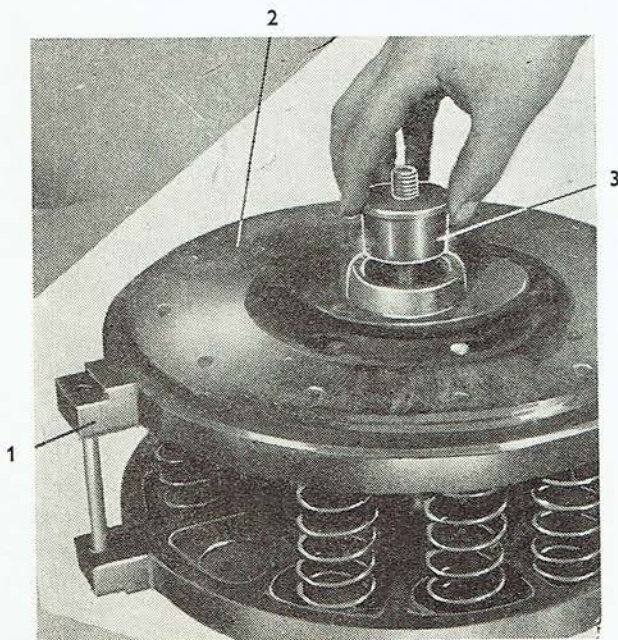

Abb. 55
- Die zweite Kupplungsdruckscheibe (Abb. 55/1) ist aufzusetzen. Auf diese ist die Hilfsantriebslamelle (Abb. 55/2) mit der längeren Nabenseite zum Motor gerichtet, aufzulegen. Auf den Hilfsgerätbolzen und in die Lamellennabe ist ein Zentrier ring (Abb. 55/3) einzuschieben.